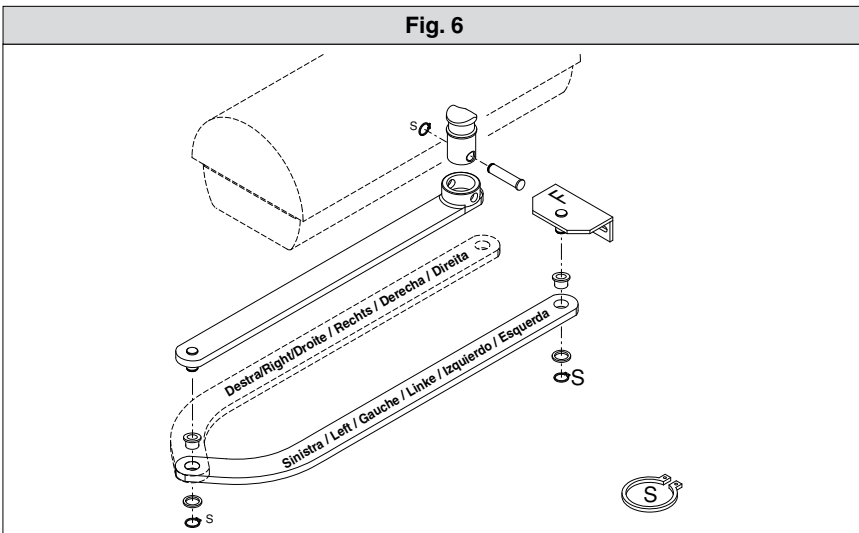

Fig. 7
- Introduza o quadro do braço no eixo de saída do motorreductor e fixe-o (fig.7).